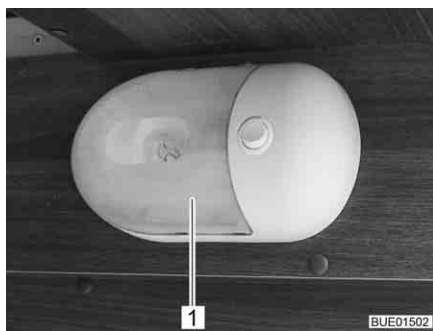

Fig. 247 Lampada a parete
- Comprimere leggermente sui due lati la copertura trasparente (Fig. 247,1), staccarla appena dall'interruttore e tirarla in avanti.